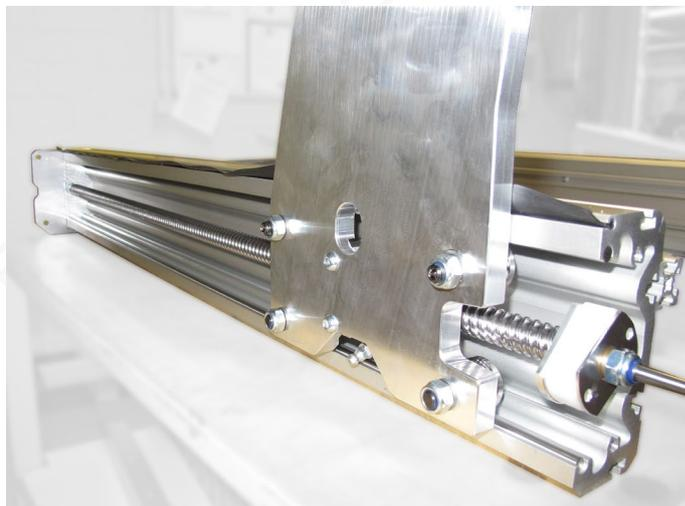

Bild 17 : Einbau der rechten Portalwange
Die angeschrägte Kante des Führungsprofils zeigt im eingebauten Zustand nach oben (siehe Bild 17).
- Montieren Sie mit Flachkopfschrauben **G3** die Baugruppe aus Führungsprofil und Schlitten zwischen die Portalwangen, wie in Bild 17 gezeigt. Führen Sie dabei das rechte Ende der X-Spindel in das Gleitlager ein. Ziehen Sie die Schrauben nicht fest.